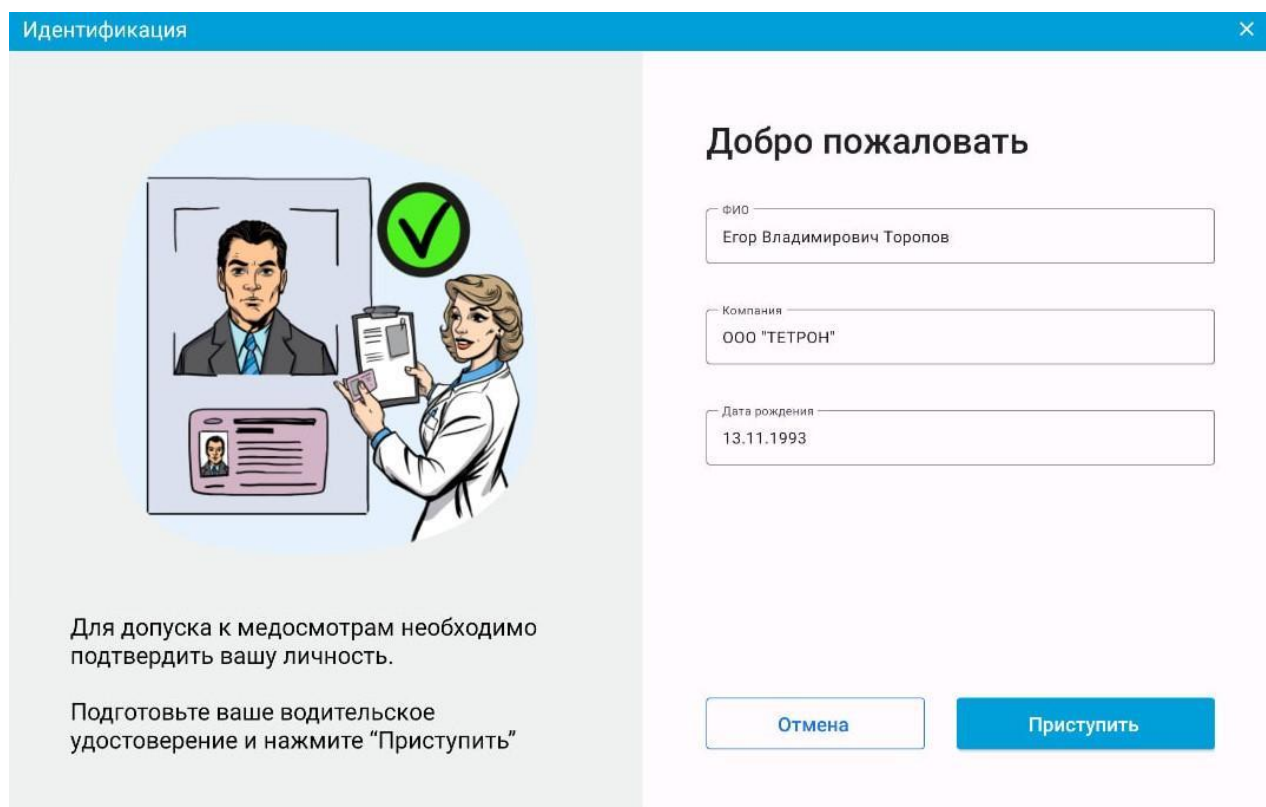

Рис. 18 Авторизация в приложении
2. Откроется экран подтверждения личности. Необходимо нажать кнопку «Приступить» (рис.18)